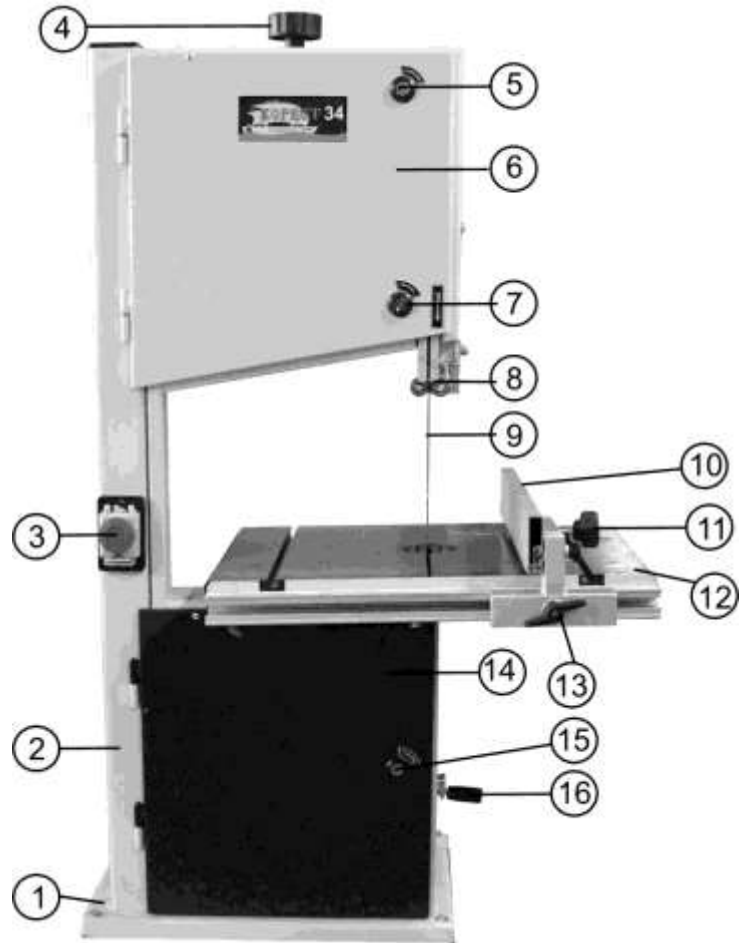

Рис.2
- Переносите пилу при помощи подъёмных механизмов и приспособлений, учитывая массу пилы (см. Табл. 1) и только за основание (1), Рис. 2.
- 9.1.2. При установке пилы на верстаке (для обеспечения устойчивости) пила должна быть надежно прикреплена к верстаку через специальные отверстия в нижней части основания (1), Рис. 2. Для этой цели необходимо установить болтовые соединения. Обязательно используйте при креплении плоскую и пружинную шайбы на каждый болт (не комплектуется).
12.1.1. Перед включением убедитесь в том, что патрубок пылесборника (21), Рис. 2, 3, вашей пилы подсоединён к устройству для сбора стружки и древесной пыли (см. п. 17.2.).
12.1.2. Поместите заготовку на рабочий стол (12). Проверьте плавность движения и равномерность прилегания заготовки к подвижному упору (10) и рабочему столу (12) (Рис. 2).
12.3.4. Подачу заготовки осуществляйте двумя руками, не допуская опасной близости их к движущейся пильной ленте (9), с равномерной скоростью, без толчков, постоянно контролируя прижим заготовки как к рабочему столу (12), так и к подвижному упору (10). Продольное усилие подачи не должно перегружать пилу, не должно смещать пильную ленту (9) от траектории движения. Любая остановка заготовки может образовать неровность или ступень на срезе заготовки, Рис. 2.
12.3.6. При выполнении прямолинейных продольных или поперечных пиления заготовка обязательно должна плотно лежать на рабочем столе (12) и, кроме того, опираться на подвижный упор (10). Позиция подвижного упора (10) определяется заданным размером детали, и подвижный упор (10) должен быть точно выставлен и жестко зафиксирован, Рис. 2.
### 10.3. Установка маховика натяжения пильной ленты (Рис. 2)
10.3.1. Установите маховик натяжения пильной ленты (4), входящий в комплектность пилы (Рис. 1), как показано на Рис. 2.
### 10.4. Установка ручки маховика натяжения ремня (Рис. 2)
10.4.1. Ручку (Ж) Рис. 1, установите в маховик натяжения ремня (16), как показано на Рис. 2.
11.1.1. В связи с выполнением ряда работ возникает периодическая необходимость установки рабочего стола (12) под прямым углом к пильной ленте (9) Рис. 2. На данной пиле предусмотрено такое фиксированное положение.